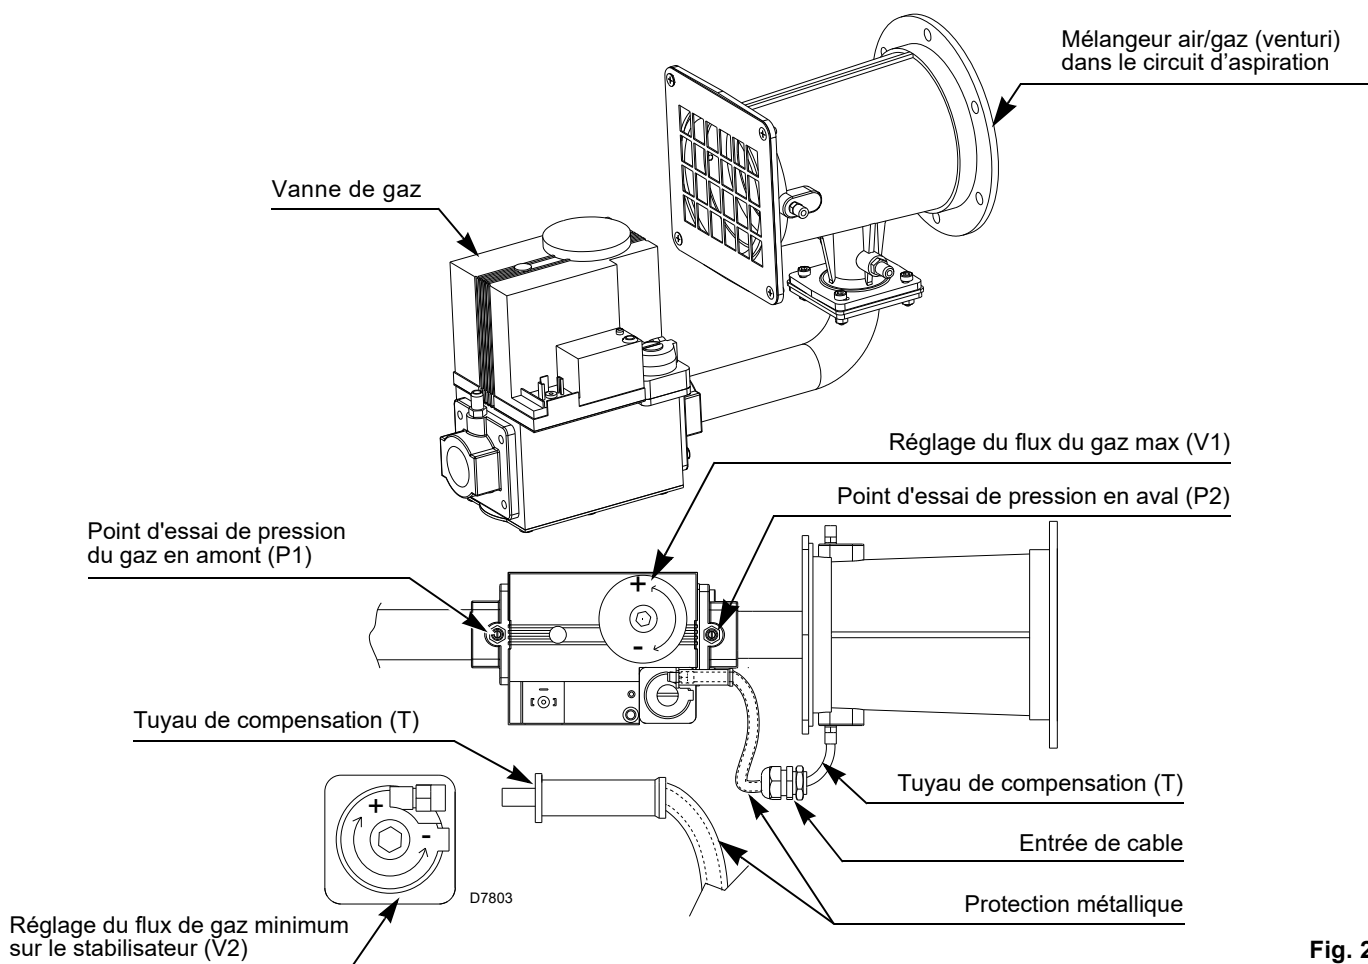

Fig. 20
Le tube (T)(Fig. 20) entre vanne-Venturi permet de compenser l'occlusion accidentelle de l'aspiration à l'aide de la réduction du gaz émis.